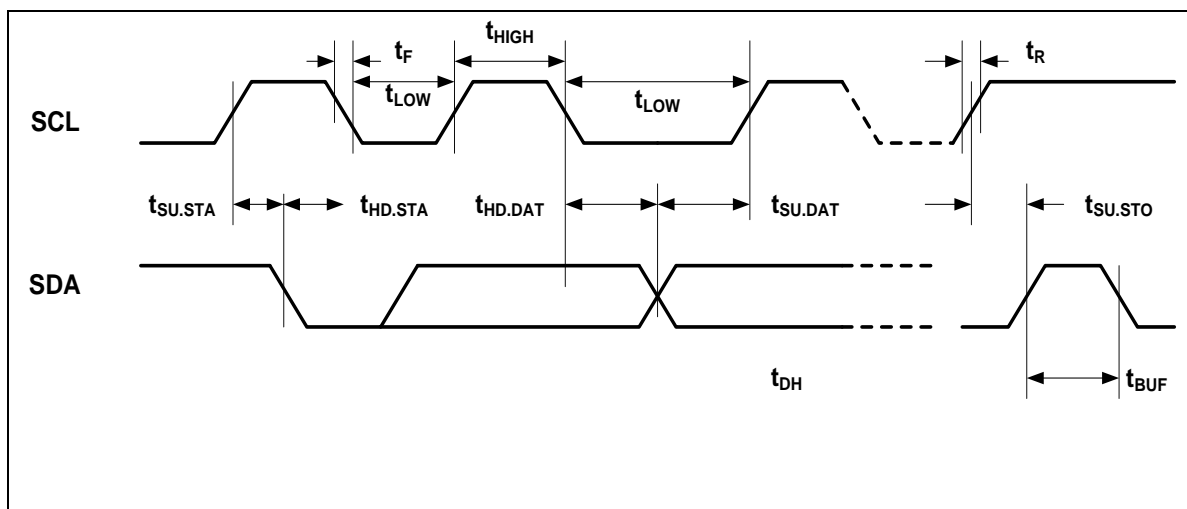

图 3-4 I2C 总线时序
**时钟有效时序:** SDA 引脚通常被外围器件拉高。SDA 引脚的数据应在 SCL 为低时变化(参见图 3-4); 当数据在 SCL 为高时变化, 将视为下文所述的一个起始或停止命令。